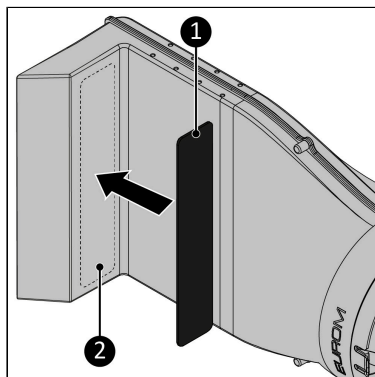

Figura 55.
4. Lipiți spuma antiderapantă de 30 x 290 mm (Figura 55, nt. 1) pe partea interioară a ieșirii de pe fereastră (Figura 55, nt. 2).